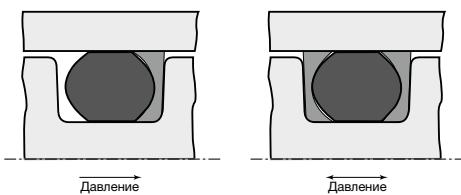

Рис. 4.9 Работа уплотнительного кольца круглого сечения в комбинации с антиэкструзионными кольцами Parbak®
- Характерная жесткость и поддерживающий профиль антиэкструзионных колец Parbak® заставляют уплотнительное кольцо поддерживать почти круглую форму даже при высоком давлении (рис. 4.9). Это улучшает уплотняющее воздействие и срок службы уплотнения, особенно под высоким давлением.